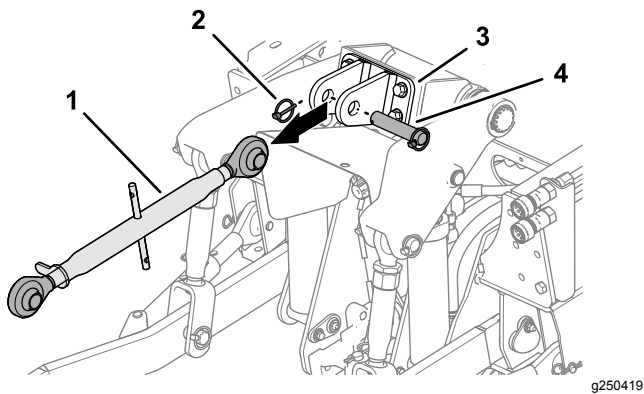

Figura 19
3. Si está instalado, retire el pasador de seguridad, el pasador de horquilla y el enganche de 3 puntos superior del soporte de enganche superior (Figura 19).